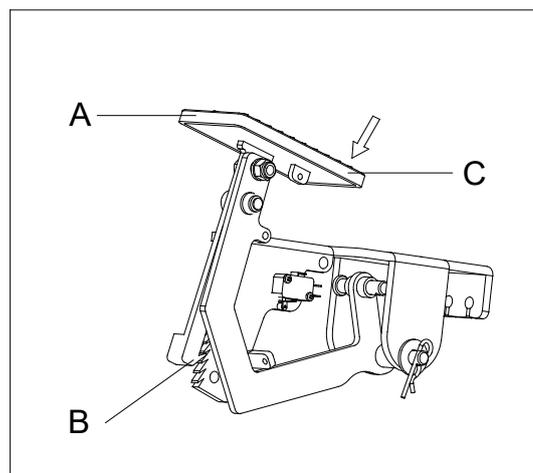

Figura 9
1. Inserire il freno di stazionamento premendo sulla parte anteriore del pedale (A, Figura 9) e innestando la leva (B, Figura 9).
2. Premere la parte posteriore del pedale (C, Figura 9) per rilasciare il freno di stazionamento.